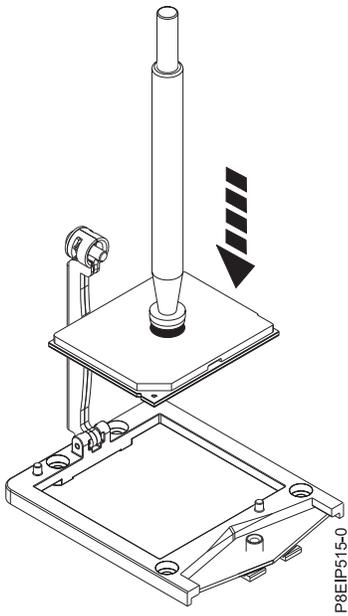

Figura 70. Abaixando o processador no soquete
- a. Abaixar a pinça e o módulo de processador do sistema no soquete, conforme mostrado na Figura 70 na página 62. Alinhe a aresta biselada do processador com a aresta biselada no soquete. Tome cuidado para abaixar a ferramenta equilibradamente sem inclinar o processador.